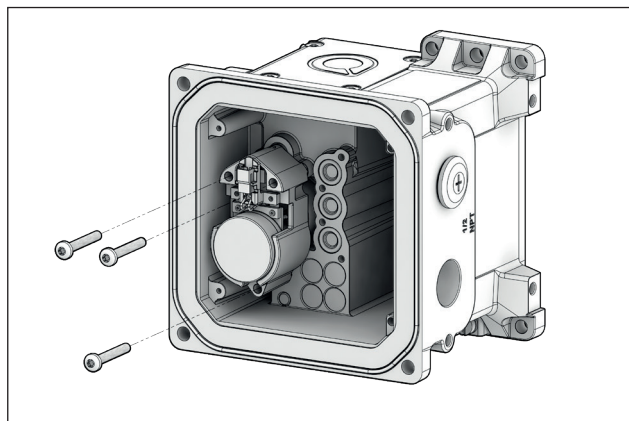

Fig. 91. Localização do pré-estágio NDX_511_ e NDX_512_.
- sob a tampa principal e o módulo LUI (Fig. 91)